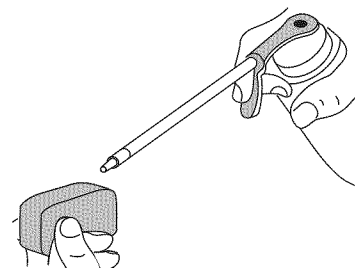

Fig. 21
4. Aplique suficiente cantidad de aceite de motor SAE 30 limpio para revestir ligeramente el filtro (Fig. 21).